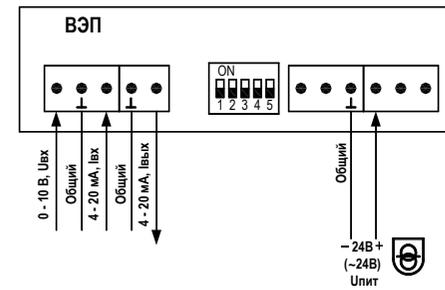

Рисунок 3.1 Схема подключения с управлением аналоговым сигналом.
- аналоговое, 4-20 мА или 0-10 В (схема подключения рис. 3.1).